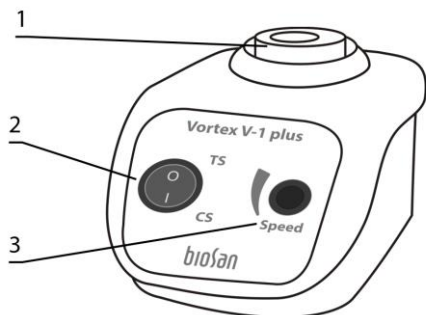

Figure 1. V-1 plus, vue de face
5.1.2. En tenant doucement un tube par sa partie supérieure, appuyez la partie inférieure sur la tête du vortex (fig. 1/1). Pendant la rotation du rotor, contrôler l'intensité de l'agitation en faisant varier la pression appliquée.
5.1.3.1 Tournez le bouton **TS/CS** (fig. 1/2) sur la position **CS**.
5.1.3.2 Réglez la vitesse requise en tournant le bouton **Speed** (fig. 1/3).
5.1.4.1 Tournez le bouton **TS/CS** (fig. 1/2) sur la position **TS**.
5.1.4.2 Réglez la vitesse requise en tournant le bouton **Speed** (fig. 1/3).
5.1.4.3 Poussez le tube sur la tête du vortex (fig. 1/1) et maintenez-le pour vortexer. Le rotor s'arrête lorsque le tube est soulevé.